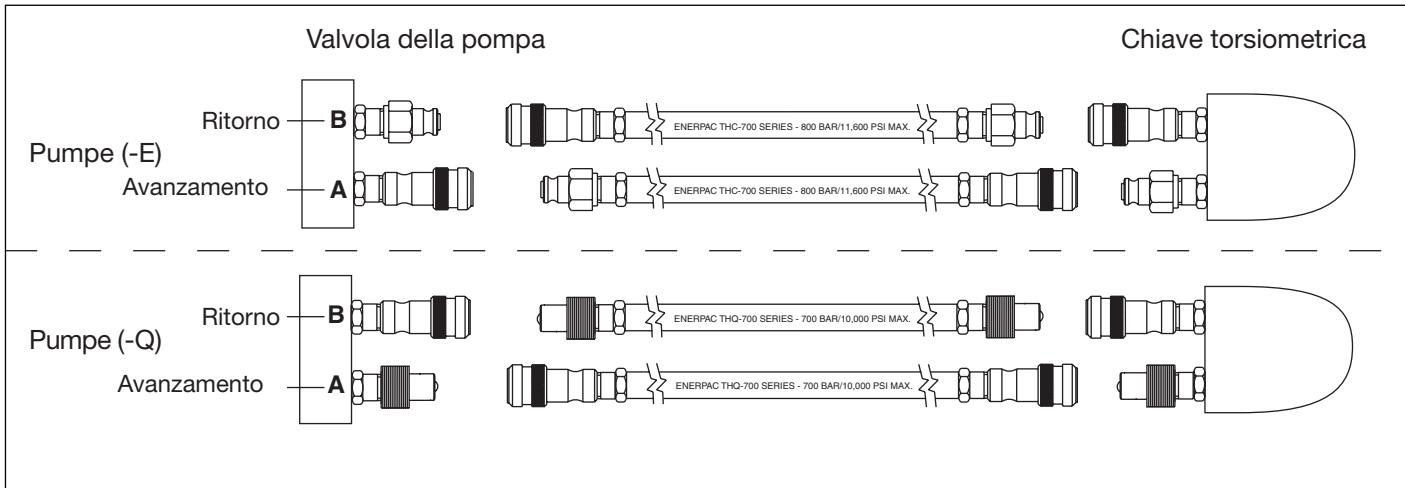

Figura 5, Dettagli del tubo flessibile
Collegare i tubi flessibili come mostrato in figura 5.
2. Pompa (-Q) per le chiavi torsiométriche S e W dell'Enerpac e di altre marche. Usare i tubi flessibili marcati "Enerpac THQ-700 series - 700 bar/10,000 psi max." Gli accoppiatori debbono essere polarizzati come in figura 5 per il corretto funzionamento della chiave torsiométrica. Accertarsi che gli accoppiatori siano completamente inseriti e stretti prima di lavorare. Un inserimento solo parziale dell'accoppiatore impedirà il corretto funzionamento della chiave torsiométrica.